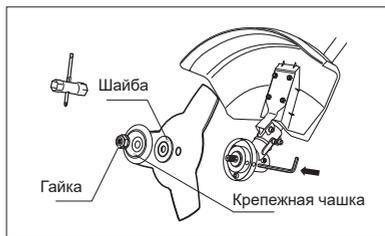

Рис. 7
1. Совместите отверстие фланцевой шайбы с отверстием чашки редуктора (рис. 7).
9. Удерживая одной рукой стопорный стержень, надежно затяните гайку трубчатым ключом (входит в комплект поставки), вращая ее против часовой стрелки (рис. 7).